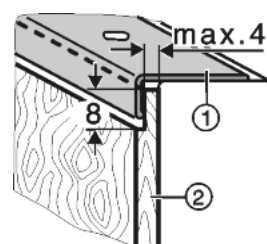

Fig. 38
- Pour les panneaux décor Fig. 38 (2) plus épais, réduire leur épaisseur à maximum 4 mm, comme illustré.